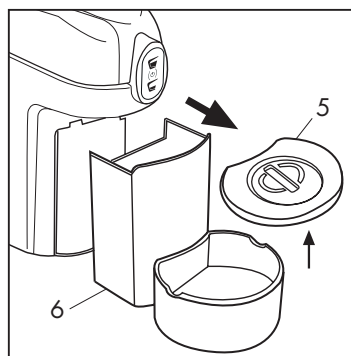
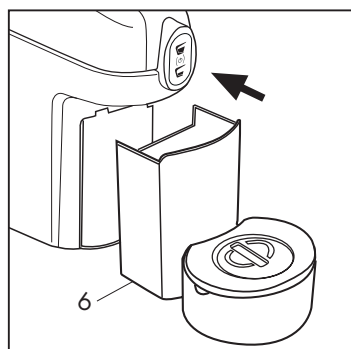

Fig. 10
Fig. 11
Para llevar a cabo esta operación, extraiga la bandeja (6) quite la rejilla recogecogas (5) (Fig. 10) Vacíe el contenedor, lave y seque los componentes y después vuelva a montar la bandeja (6) e insértela en su sede (Fig. 11)